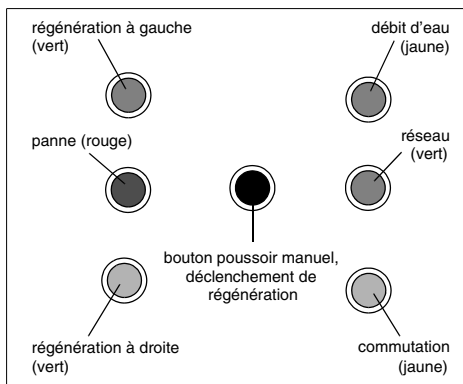

Fig. 14 : Lampes-témoins, bouton poussoir manuel
- les lampes-témoins de la commande électronique (pour cela enlever le capot de la tête de commande). En cas de défaut, la LED rouge clignote (cf. fig. 14).